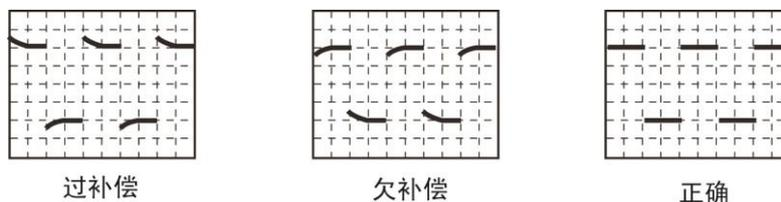

图 5.4 探头补偿信号
(3) 接入探头补偿端信号后，点击【Auto Setup】一键捕获波形，此时屏幕上可能会出现图 5.4 所示三种波形其中一种，探头补偿端方波幅值约为 3.3V，频率为 1KHz。
为何会出现如图 5.4 所示的过补偿和欠补偿现象。原因是没有对探头进行低频补偿调节，使用任一无源探头与示波器首次相连均须进行低频补偿，以便与示波器通道的输入特性匹配，否则可能导致显著的测量误差。以标配的 500M 无源探头 ZP1050 为例说明低频补偿步骤。
- (2) 波形在屏幕上显示 2~3 个信号周期且信号所占垂直刻度为 2 至 6 格。可以在示波器的屏幕上看到如图 5.4 所示三种波形其中的一种，若出现过补偿和欠补偿现象则需要进行探头的低频补偿调节。